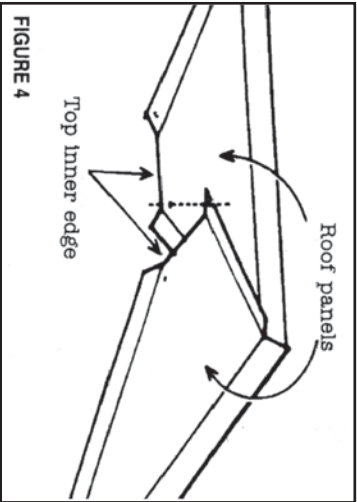

FIGURE 4
STEP 4 (FIGURE 4)
Refer to figure 4 to be sure you are overlapping the roof panels correctly. The two holes nearest to the edge of each roof panel should always point upwards.
Consulter la figure 4 pour s'assurer que les panneaux de toit se chevauchent correctement. Les deux trous les plus proches du bord de chaque panneau de toit devraient toujours être au-dessus. Ne pas serrer les six vis.